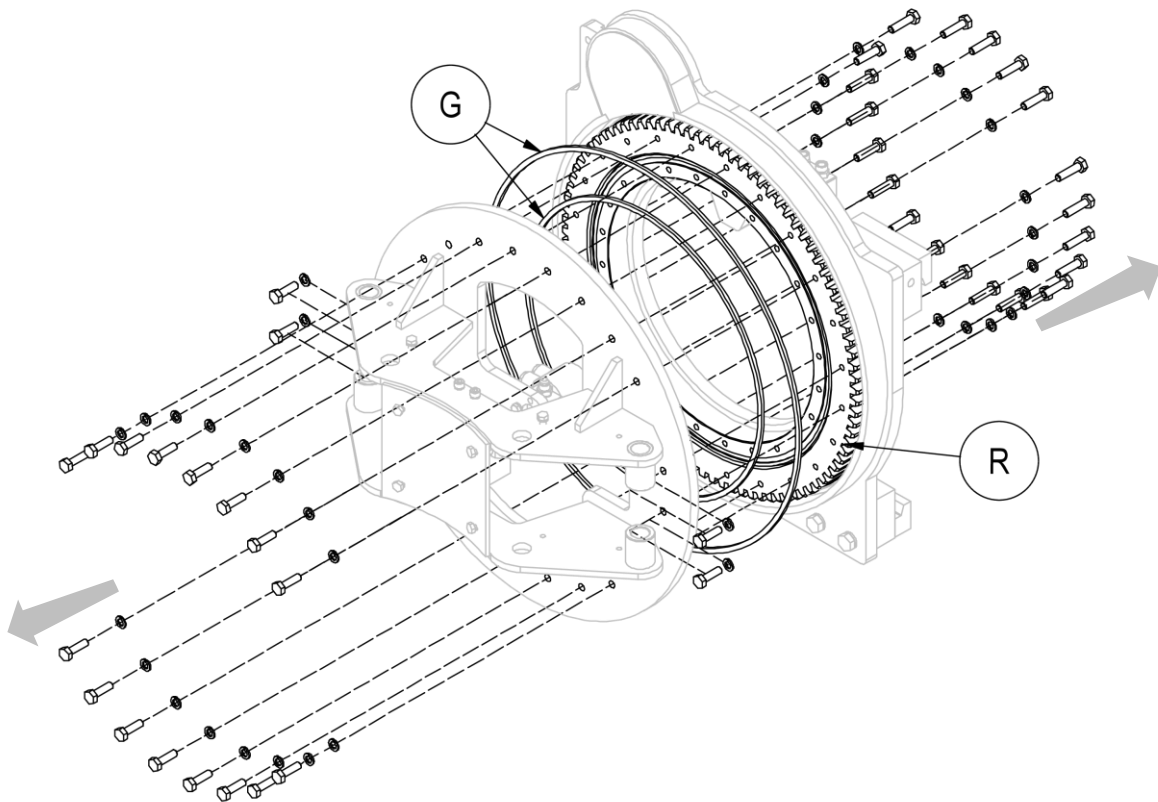

Figura 26
5. Retirar la parte frontal del cuerpo giratorio, asegurándose de apoyar adecuadamente todas las piezas para poder realizar la operación de forma segura (mira Figura 26).
6. Para poder retirar la ralda **R**, también es necesario quitar los tornillos de la parte trasera del implemento (mira Figura 26).